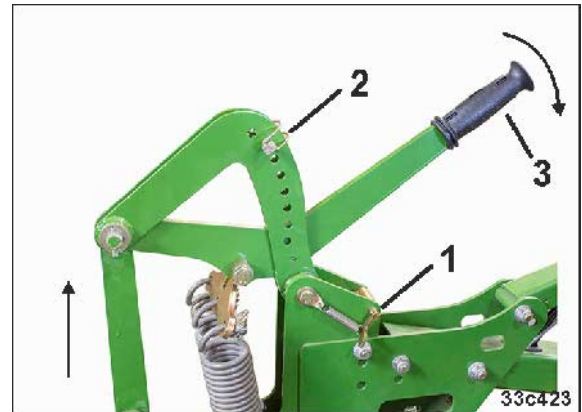

図 185
4. リンチピンをパーキング位置にします (図 185/2)